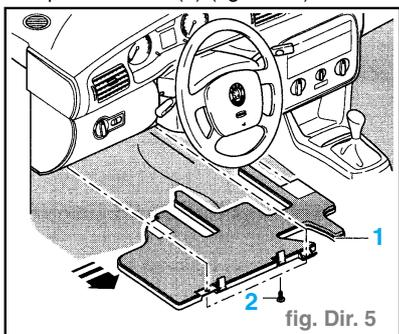

fig. Dir. 5
- Déposer les vis (2) (fig. Dir. 5).